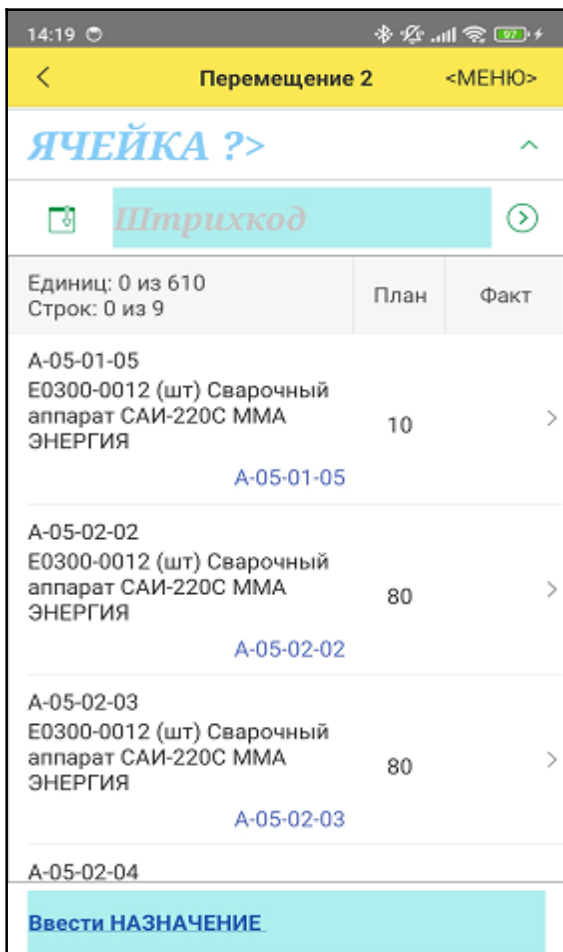

Рис. 4.6.1. Окно сканирования.
- "начать" - принимает задание к выполнению (если не принято) и открывает окно сканирования (Рис. 4.6.1).
- по кнопке "Начать сканирование" - задание принимается в работу и открывается окно сканирования (Рис. 4.6.1).